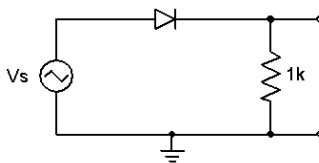

Figura 1 – Circuito para visualização do comportamento dos diodos
1. Monte o circuito experimental da Figura 1 abaixo. Ajuste o gerador de sinais para produzir uma onda triangular de  $\pm 10V$  (20Vpp), 100Hz e offset nulo. Utilize inicialmente o diodo **D1**.